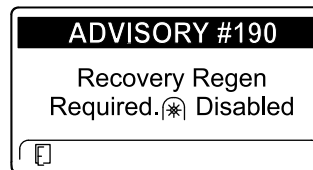

Рисунок 50
- Требуется восстановительная регенерация — вал отбора мощности выключен, ИНФОРМАЦИОННОЕ СООБЩЕНИЕ № 190 (Рисунок 50)